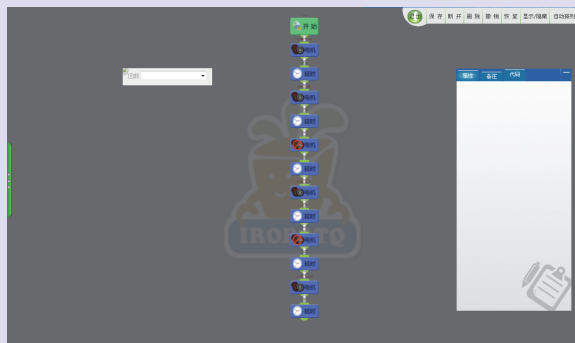

图 10.9 全屏幕编写窗口
3. 单击“操作”工具栏中的 ，进入全屏幕编写窗口，如图 10.9 所示。